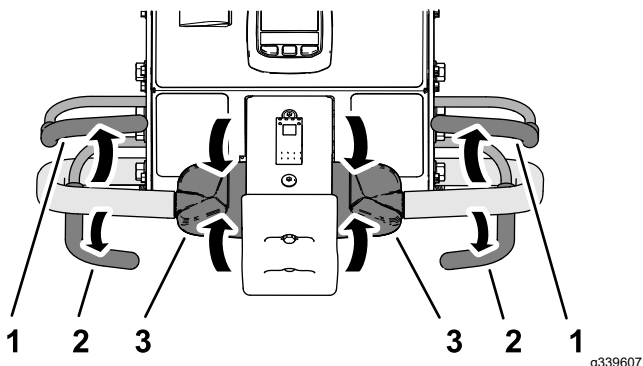

**Figura 85**
**Importante:** Para detener inmediatamente la máquina, pulse el interruptor de parada de emergencia (Figura 85).